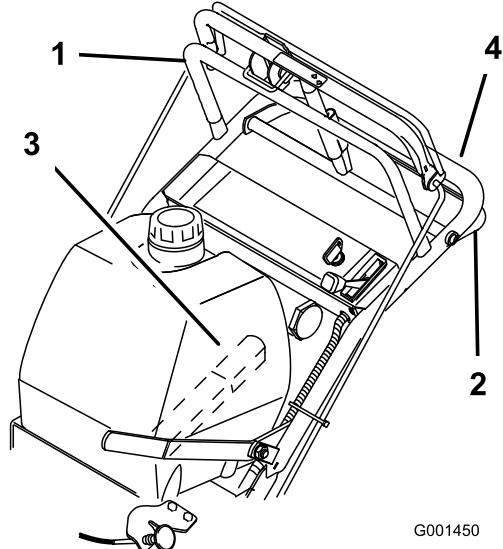

Figure 10
1. Pour vous déplacer en marche avant, sélectionnez une vitesse en marche avant (Figure 10).
3. Appuyez lentement sur la barre de commande supérieure pour avancer (Figure 10).
Pour vous déplacer en ligne droite, appliquez une pression égale aux deux extrémités de la barre de commande supérieure (Figure 10).
Pour tourner, relâchez la pression sur le côté de la barre de commande supérieure dans la direction que vous voulez prendre (Figure 10)
7. Engagez la barre de commande inférieure et soulevez la partie inférieure du guidon simultanément pour monter sur la bordure (Figure 10 et Figure 11).
3. Rapprochez lentement la barre de commande inférieure de la partie inférieure du guidon pour vous déplacer en marche arrière (Figure 10).
4. Engagez la barre de commande inférieure et soulevez la partie inférieure du guidon simultanément (Figure 10 et Figure 12).